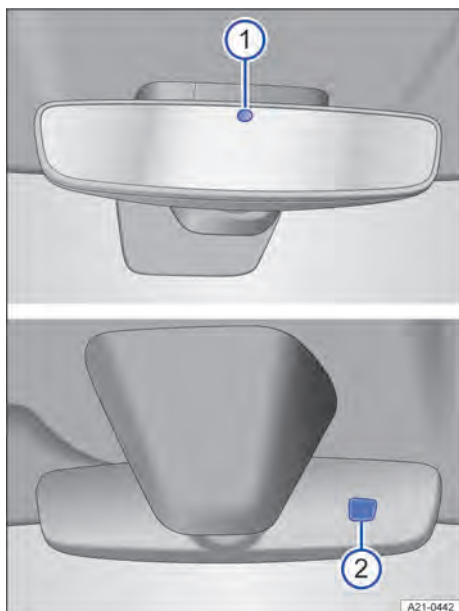

Fig. 84 No revestimento do teto: espelho retrovisor interno com antiofuscante automático.
Com a ignição ligada, os sensores medem a incidência de luz por trás → Fig. 84 ❶ e pela frente ❷.